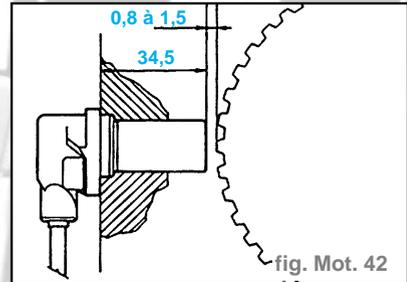

fig. Mot. 42
- vérifier que la distance entre la surface de butée du capteur et la dent de la couronne d'impulsions corresponde à la somme de la longueur de la sonde du capteur (**34,5 mm**) et de l'entrefer (**0,8 à 1,5 mm**) (fig. Mot. 42).